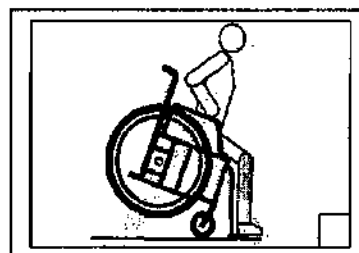

Рис. 1
6.1. Не наступайте на опоры подножки при пересадке или вставании с коляски. Это может привести к опрокидыванию коляски (рис.1)